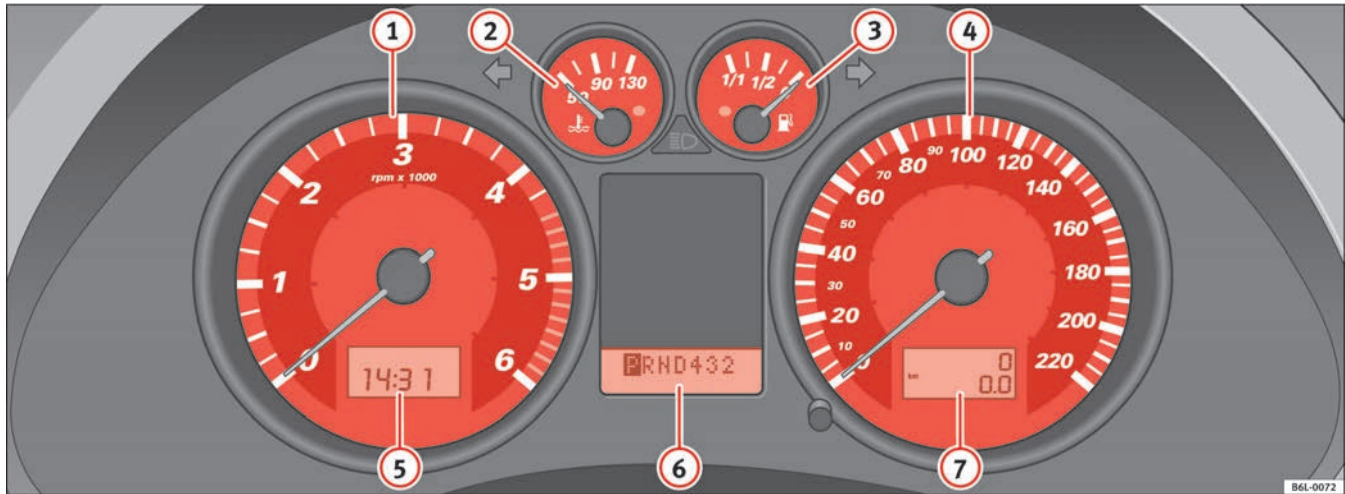

Abb. 32 Ausschnitt aus der Instrumententafel: Kombiinstrument
Der Beginn des roten Bereichs \Rightarrow Seite 56, Abb. 32 ① bedeutet die maximale Motordrehzahl bei Betriebstemperatur. Vor Erreichen dieses Bereiches sollte in den nächst höheren Gang geschaltet oder die Wählhebelstellung D gewählt oder der Fuß vom Gaspedal genommen werden.
- Drehen Sie den Einstellknopf ⇒ Seite 56, Abb. 32  bis zum Anschlag nach links, die Stunden werden eingestellt. Wenn Sie den Einstellknopf nur kurz nach links drehen, wird jeweils um eine Stunde weitergestellt.